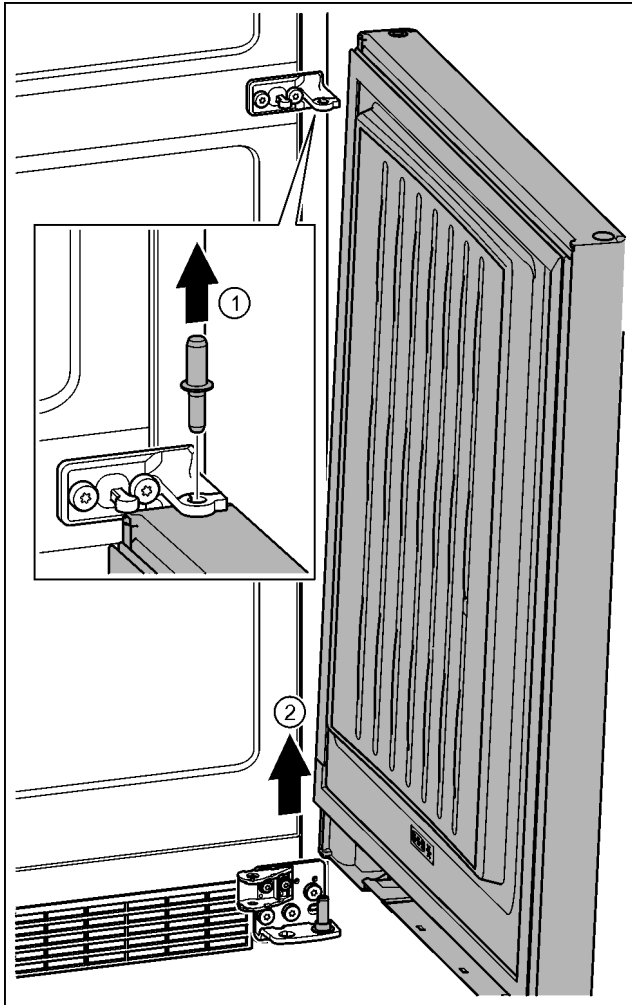

Fig. 24
- ▶ Extraiga el perno hacia arriba. Fig. 24 (1)
- ▶ Gire la puerta hacia fuera, tire hacia arriba y colóquela a un lado. Fig. 24 (2)